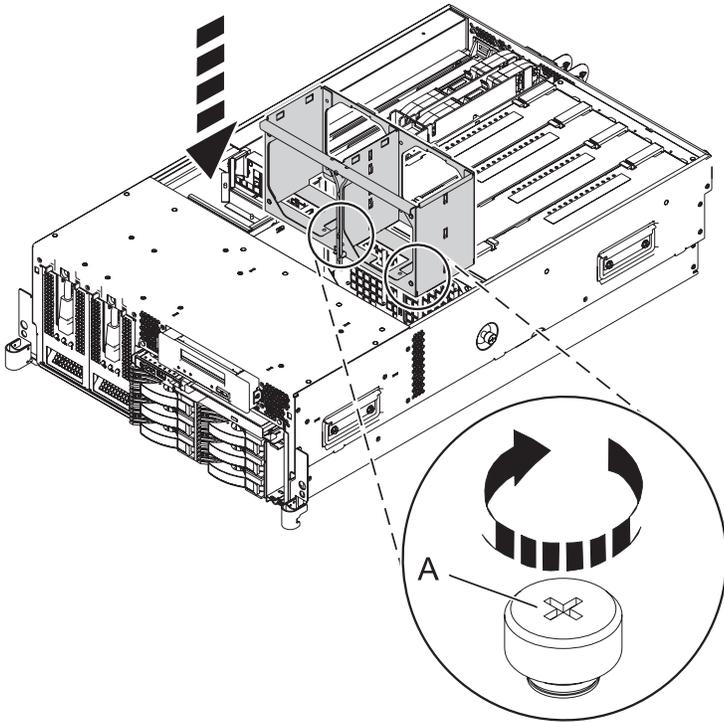

Figure 17. Installation du boîtier de ventilation dans un système 04E/8A
- 1) Pour installer le boîtier de ventilation **(A)** dans le système, alignez les broches de repère avec les orifices et serrez les deux vis moletées **(B)**, comme indiqué dans la figure 17, à la page 26.